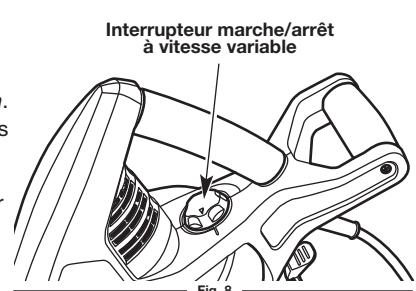

Fig. 8
- Tournez l'interrupteur à vitesse variable dans le sens des aiguilles d'une montre pour démarrer le moteur (Fig. 8).
- Continuez de tourner l'interrupteur à vitesse variable dans le sens des aiguilles d'une montre pour augmenter la vitesse du moteur jusqu'au niveau souhaité (Fig. 8).
- Tournez l'interrupteur à vitesse variable dans le sens inverse des aiguilles d'une montre pour réduire la vitesse du moteur. Lorsque vous ne parvenez pas à tourner l'interrupteur à vitesse variable dans le sens inverse des aiguilles d'une montre, arrêtez le moteur (Fig. 8).